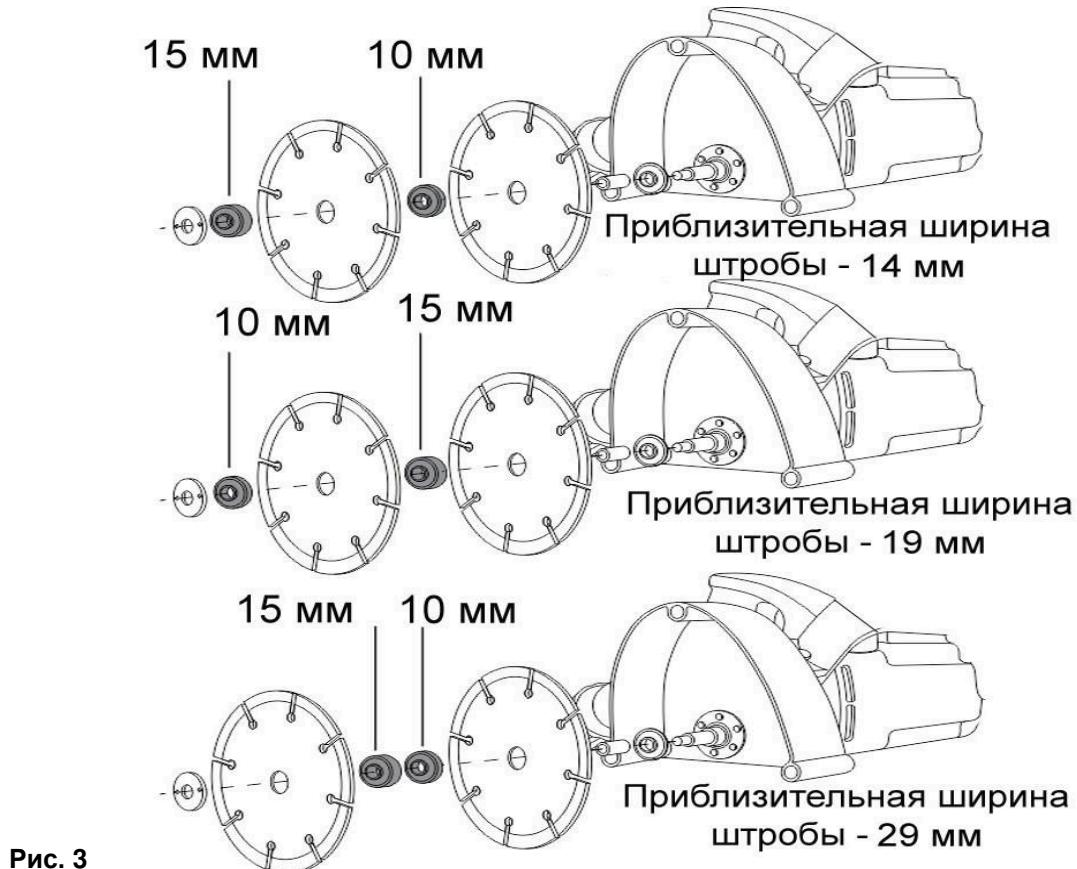

Рис. 3
- Примерная схема установки распорных колец указана на рис. 3